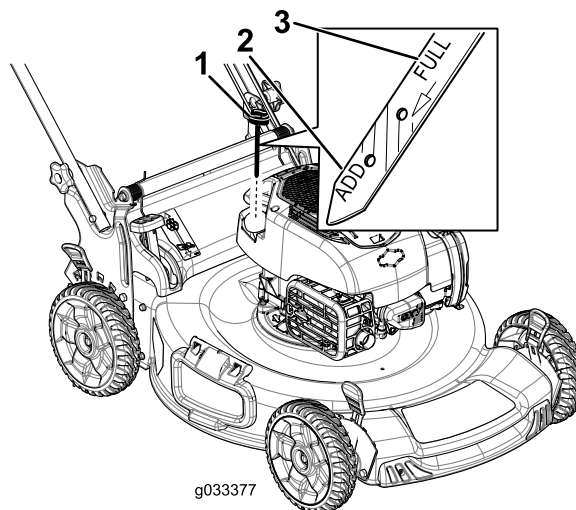

Figura 27
- Girate il tappo in senso antiorario ed estraete l'asta di livello (Figura 27).
10. Controllate il livello dell'olio sull'asta (Figura 27).